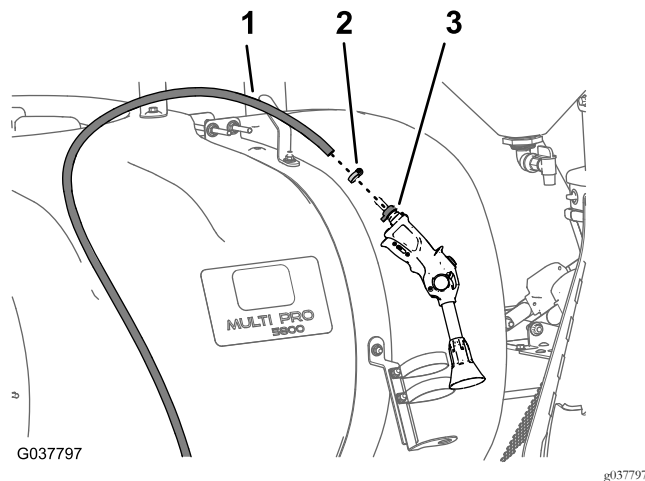

Figura 39
1. Retire a braçadeira de tubos que prende o tubo de fornecimento ao entalhe do tubo da pistola de pulverização (Figura 39).
2. Retire o tubo do entalhe do tubo (Figura 39).